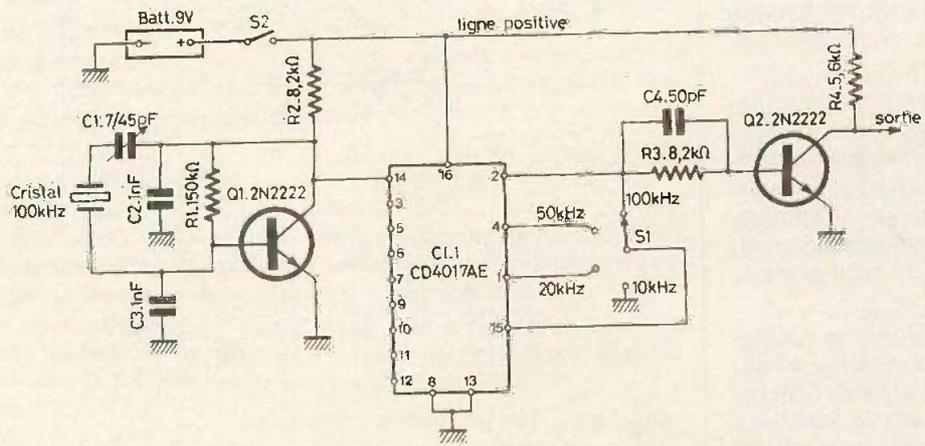

Fig. 2
Le schéma de cet appareil de mesure et de mise au point est donné à la figure 2.
En examinant le schéma de la figure 2, il est assez facile de voir que  $Q_1$ , un NPN du type 2N2222, est monté en oscillateur, piloté par un cristal taillé pour 100 kHz exactement. Le signal à 100 kHz engendré par  $Q_1$  est appliqué à la broche (14) de Ci-1, un CD 4017 AE. Ce CI fournit les signaux résultant de l'opération division de fréquence.
Revenons maintenant au schéma de la figure 2.